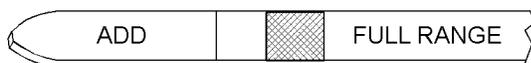

Рис. 47
1. Поддерживайте уровень масла между **ОТМЕТКАМИ "ПОЛНЫЙ"**, нанесенными на щуп. См. рисунок 47. Не допускайте заполнения картера до уровня выше **ОТМЕТОК "ПОЛНЫЙ"**.